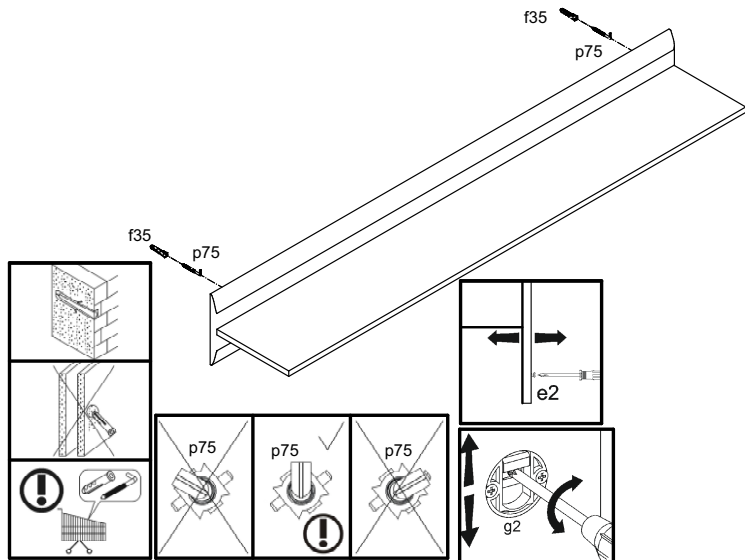

Рисунок 3
6. Для навешивания изделия на стене с помощью карандаша и линейки разметить отверстия (см. рис. 3).
8. Вбить в отверстия в стене пластмассовые дюбеля f35 (см.рис. 3).
9. Вкрутить в дюбеля f35 крючки для навешивания p75 (см.рис. 3).
10. Навесить полку на выступающие из стены крючки (см.рис. 3).
В случае необходимости отрегулировать наклон полки относительно горизонтали еврошурупами e2 с помощью крестообразной отвертки (см.рис.3).